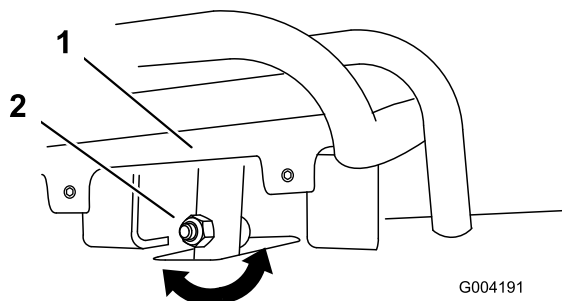
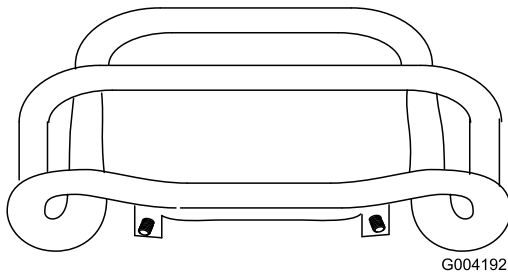

Figure 53
Figure 54
4. Si l'avant de la commande de déplacement n'est pas d'équerre et de niveau avec la barre de référence, desserrez l'écrou et le boulon à embase de la tige de la commande de déplacement (Figure 53).
5. Réglez la commande de déplacement de sorte qu'elle soit de niveau et en appui contre la barre de référence lorsqu'elle est tirée tout droit en arrière (Figure 53 et Figure 54).
- C. Desserrez l'écrou et le boulon à embase dans la tige de la commande de déplacement (Figure 53).
- I. Réglez la commande de déplacement de sorte qu'elle soit de niveau et en appui contre la barre de référence lorsqu'elle est tirée tout droit en arrière (Figure 53 et Figure 54).